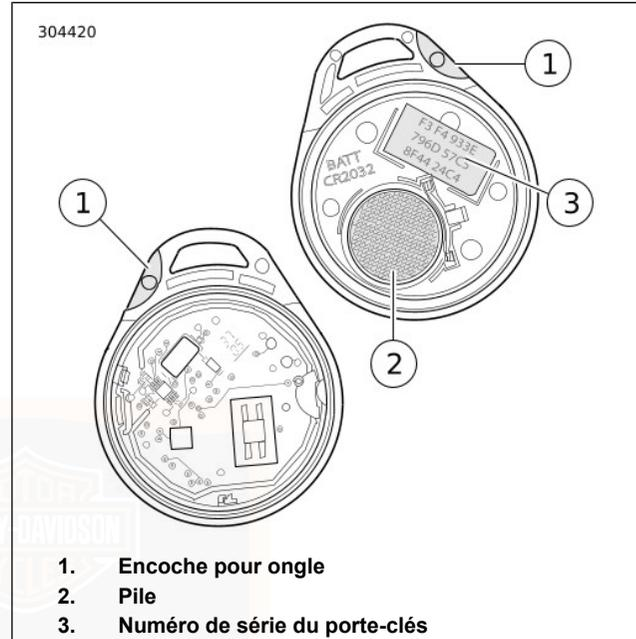

Figure 43. Pile du porte-clés à mains libres
1. Voir Figure 43. Tourner lentement une lame mince dans l'encoche pour onglet (1) sur le côté du porte-clés pour séparer les deux moitiés.
2. Retirer la pile (2) et la jeter.